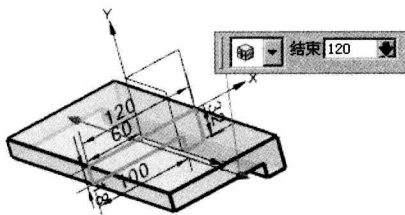

图 3.4.11 定义拉伸方向
Step 1 定义拉伸方向。拉伸方向采用系统默认的矢量方向 (图 3.4.11)。